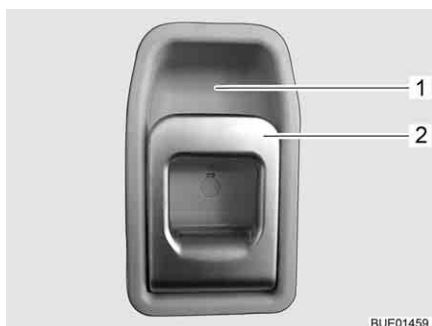

Fig. 59 Fechadura da porta de entrada, lado de dentro
- Puxe o manípulo (Fig. 59,2). A fechadura da porta fica destrancada.
- Empurre o manípulo (Fig. 59,2) em cima no sentido do invólucro do manípulo (Fig. 59,1).